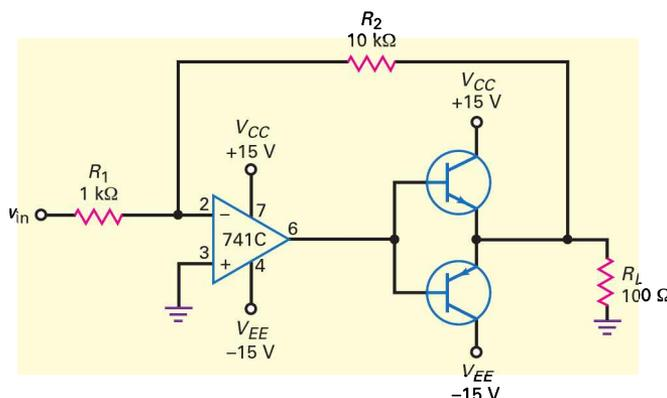

Figure 18.41
18.30 Quel est le gain en tension sur la figure 18.41 ? Si les transistors possèdent un gain en courant 125, quel est le courant sortie court-circuitée ?
- 18.43** Les transistors de la figure 18.41 ont un gain en courant statique $\beta_{DC} = 50$. Si la tension d'entrée vaut $0,5 \text{ V}$, quel est le courant base du transistor en conduction ?